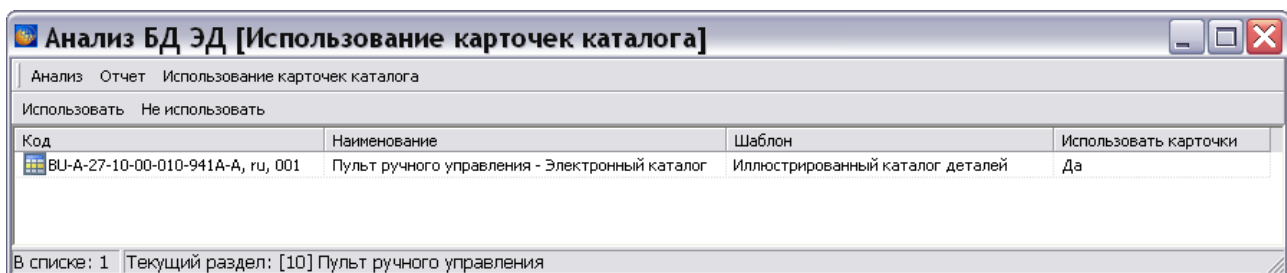

Рис. 8.220
4. В окне **Анализ** нажмите на кнопку **Применить**. В окне **Анализ БД ЭД** появится результат анализа (Рис. 8.220).